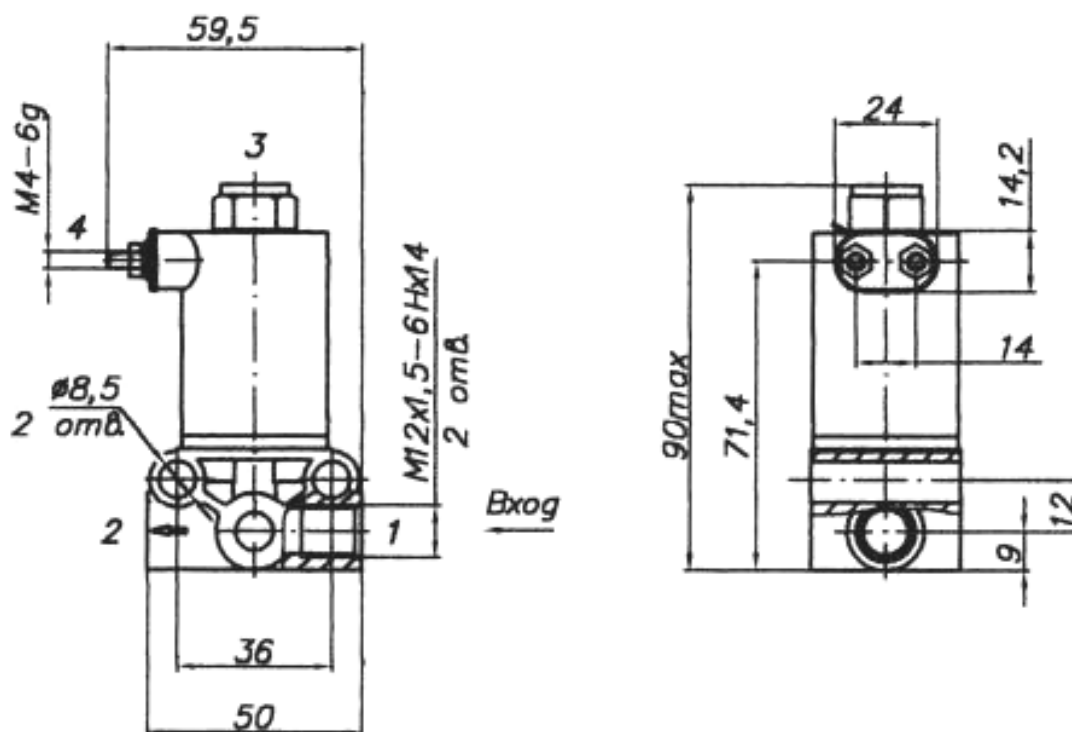

Рис. 53 Клапан электромагнитный
5. КЛАПАН ЭЛЕКТРОМАГНИТНЫЙ (рис. 53)